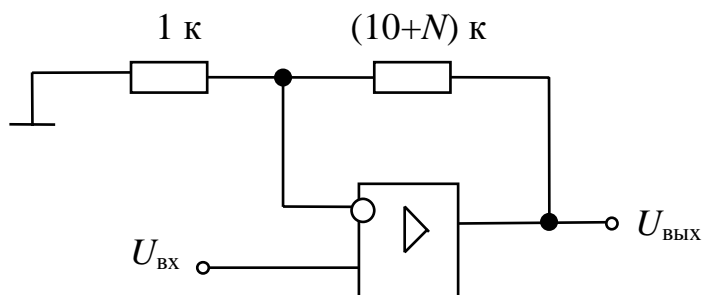

Рис. 1
1. Собрать схему неинвертирующего УПТ на идеальном операционном усилителе (рис. 1). На вход каскада подать синусоидальный сигнал амплитудой 0,5 В и частотой 1кГц.